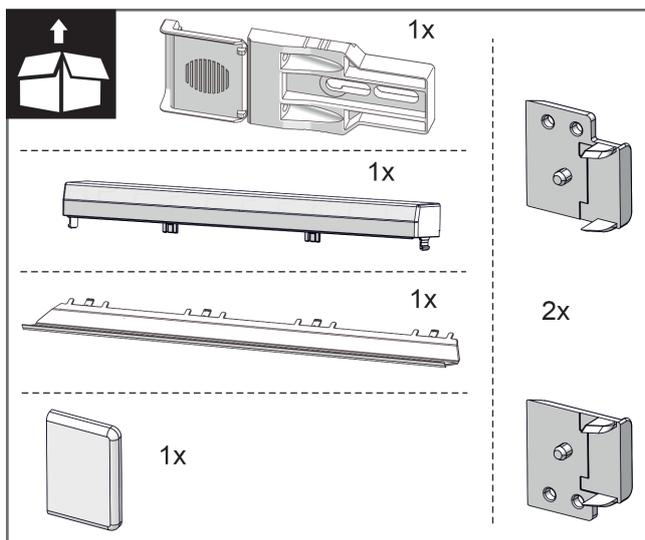
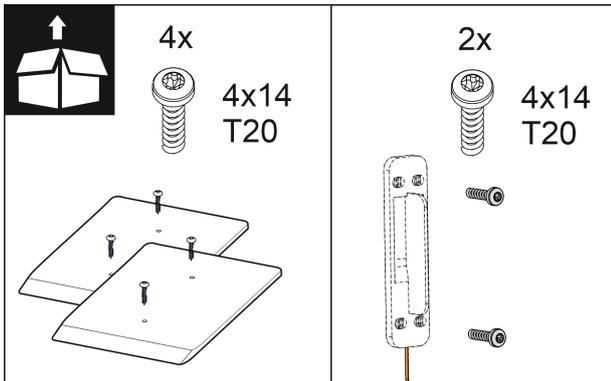

Fig. 10
Fig. 16
2. Comprobar las piezas de montaje en el paquete adicional. *Fig. 10 () a Fig. 16 ()*
Piezas de montaje en el paquete adicional *Fig. 10 ()* hasta *Fig. 16 ()*